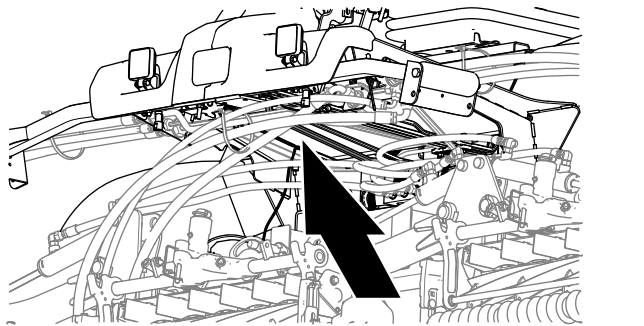
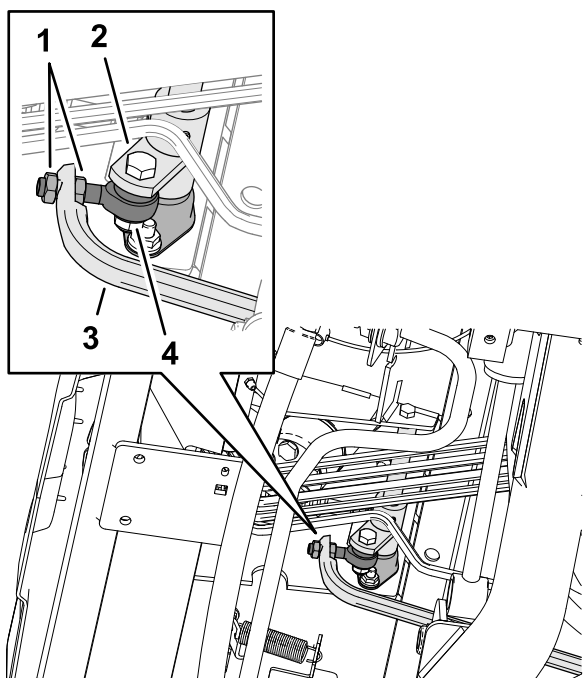

Рисунок 151
Рисунок 152
5. Отрегулируйте контргайки на конце штока, переместив шток привода вперед, чтобы предотвратить самопроизвольное медленное перемещение вперед, или назад, чтобы предотвратить самопроизвольное медленное перемещение назад (Рисунок 151 и Рисунок 152).